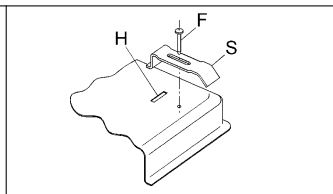

ABB. 12
- Fixieren Sie das Kochfeld mit den dafür vorgesehenen Befestigungsstücken "S", wobei Sie darauf achten sollten, dass der vorstehende Teil in den im Boden befindlichen Schlitz "H" eingeführt wird. Schrauben Sie die Schraube "F" fest, bis das Befestigungsstück "S" blockiert ist (siehe Abb. 12).